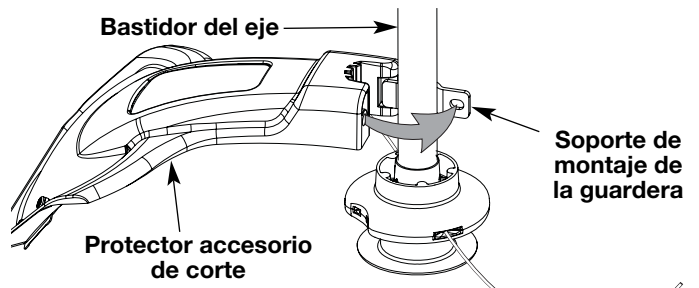

Fig. 4
1. Coloque el protector del accesorio de corte en el bastidor del eje. Cerciéndose de que el soporte de montaje de la guardera se deslice en la ranura situada en el borde del protector de corte. Gire el protector en sentido antihorario hasta que quede en su lugar (Fig. 4). Los orificios en el soporte de montaje de la guardera y el protector del accesorio de corte se alinearán.